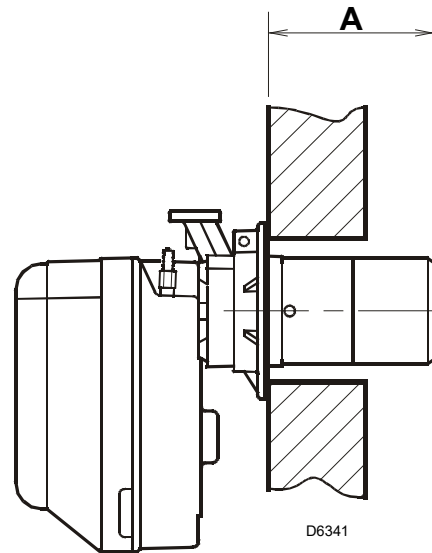

Abb. 9
Der Brenner kann auf variabler Höhe (A) befestigt werden, siehe Abb. 9.